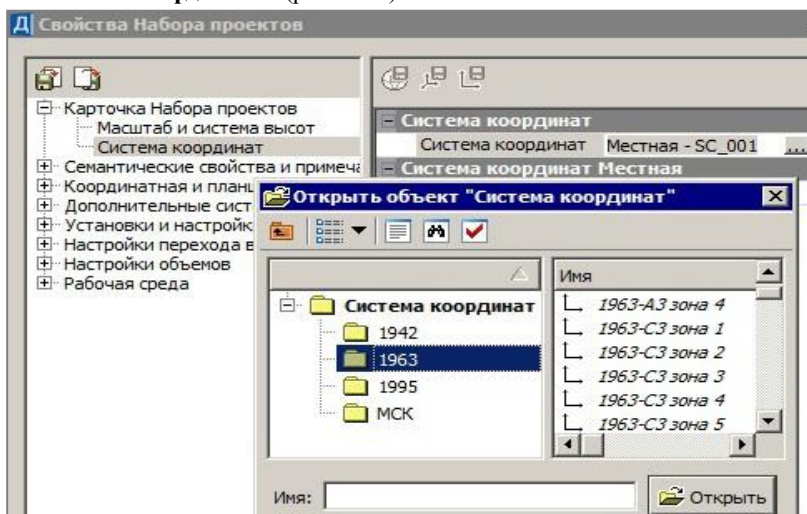

Рис. 3.16
3. **Систему координат (СК)** набора проектов при необходимости можно заменить, выбирая её из перечня в диалоге **Открыть объект «Система координат»** (рис. 3.16).
Если требуется изменить параметры СК (датура, эллипсоида), то применяется команда **Установки/ Системы координат и веб-карты**. Она открывает редактор для корректировки и создания новых СК. Затем измененную СК можно выбрать в настройках СНП (рис. 3.16).